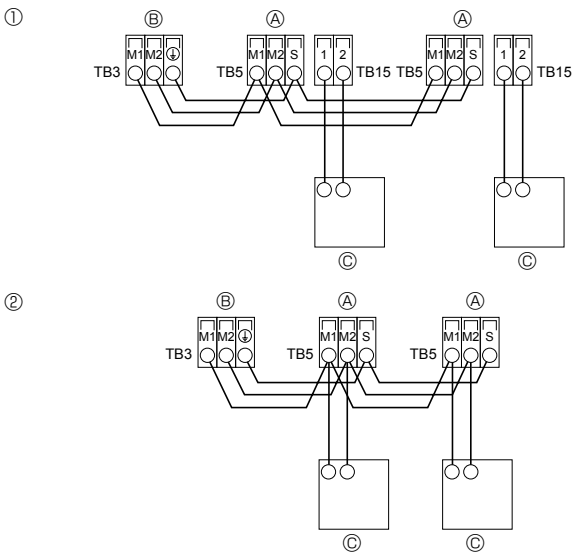
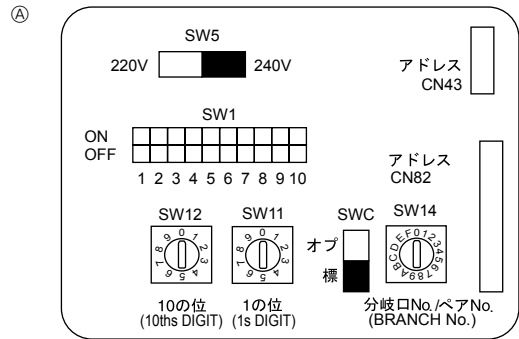

Fig. 4-3
Fig. 4-4
4.4. Collegamento del comando a distanza e dei cavi di trasmissione delle sezioni interne ed esterne (Fig. 4-3)
- ① Comando a distanza MA
- ② Comando a distanza M-NET
4.5. Impostazione degli indirizzi (Fig. 4-4)
- ① Impostazione degli indirizzi
- ② Come impostare i numeri delle diramazioni SW14 (solo i modelli delle serie R2)
④ Pannello degli indirizzi
4.6. Rilevazione della temperatura ambiente con il sensore incorporato nel comando a distanza (Fig. 4-4)